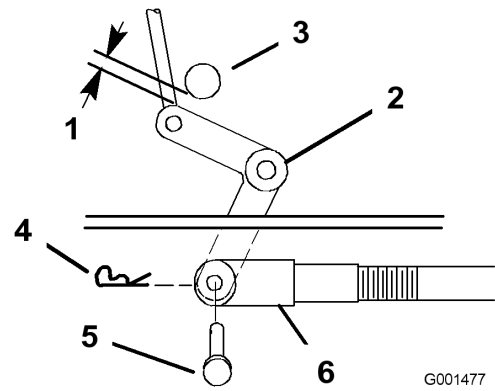
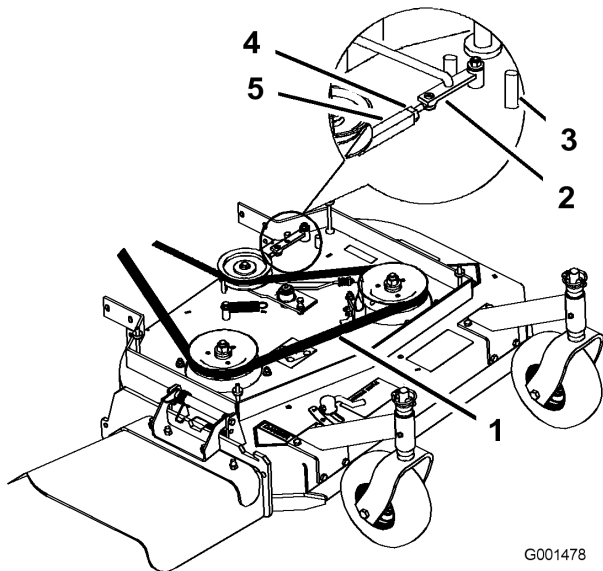

Figura 35
Figura 36
11. Gire la horquilla en el sentido de las agujas del reloj para aumentar la distancia; gírela en el sentido contrario para reducirla (Figura 35).
Nota: Si el brazo no entra en contacto con el tope delantero de la plataforma del cortacésped (Figura 36), ajuste la horquilla para acercar la palanca acodada al eje de salida de la transmisión (Figura 35).
9. Compruebe la distancia entre la palanca acodada y el eje de salida de la transmisión (Figura 35).
3. Afloje la contratuerca del tensor (Figura 36).
4. Gire el tensor hacia la parte trasera del cortacésped para aumentar la tensión de la correa. Gire el tensor hacia la parte delantera del cortacésped para reducir la tensión de la correa (Figura 36).